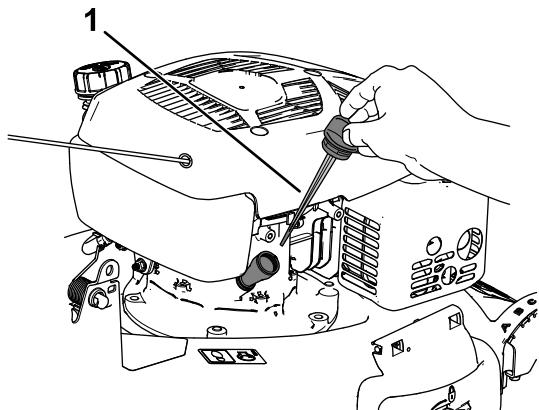

図 31
- キャップを左に回してディップスティックを抜き取る図 31。
- エアフィルタが下になるように機体を横に傾けて、エンジンオイル補給口からエンジンオイルを抜く図 31。